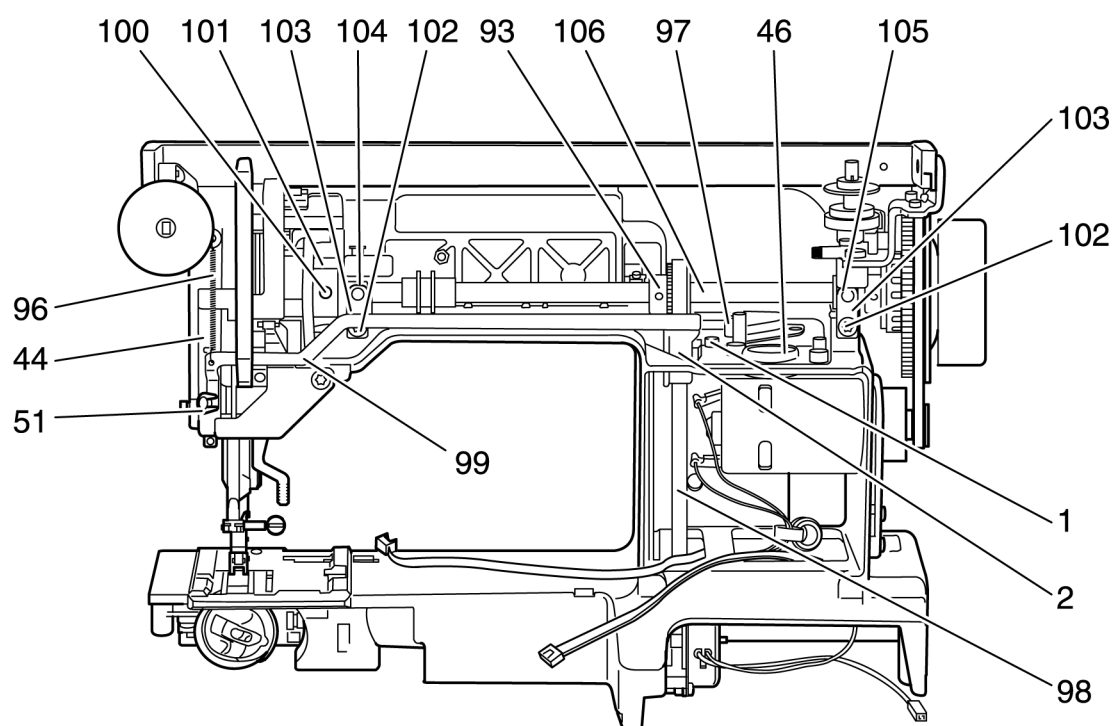

Рис. 77
- Введите главный вал 106 с правой стороны в корпус машины (рис. 77).
- Установите на место соединительную тягу 99 (рис. 77).